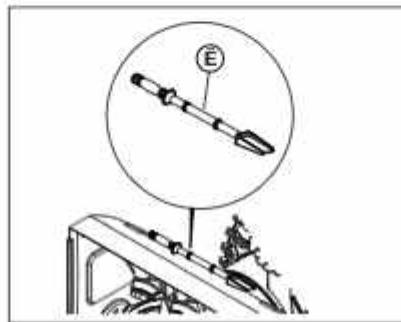

Рис. 28
3. Используйте прочистной инструмент (рис. 28, поз. E) для удаления снега из разгрузочного желоба. НЕ чистите руками забившийся разгрузочный желоб!